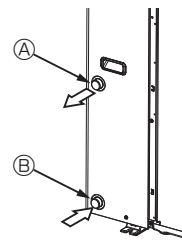

Fig. 4-1
4.1. Ūdens cauruļu savienojums (Fig. 4-1)
- Ieplūdes un izplūdes cauruļu pozīcija ir attēlota Fig. 4-1.
[Fig. 4-1]